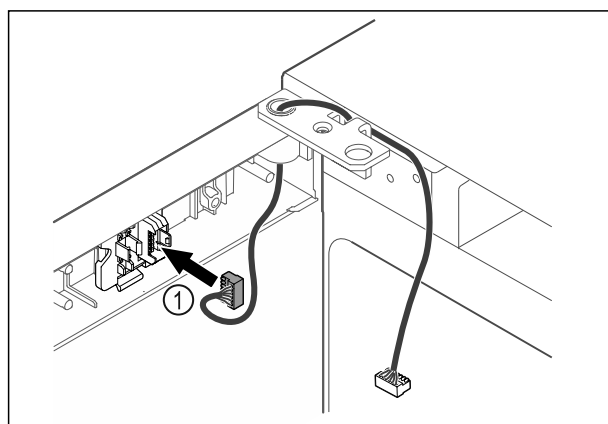

Fig. 64
- Dugja be a dugót Fig. 64 (1) a dugófoglatba.